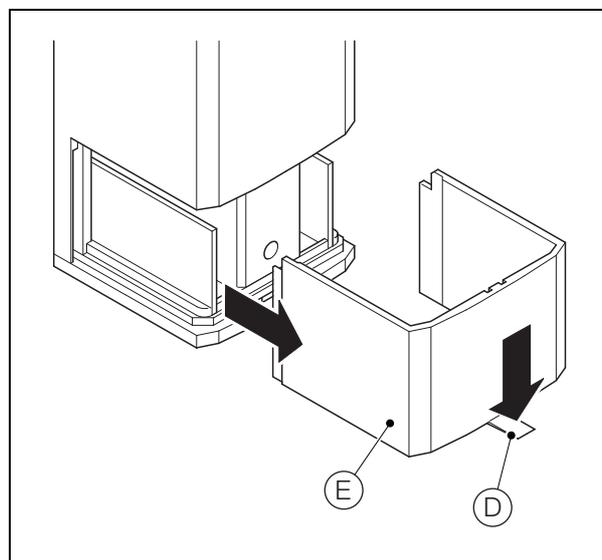
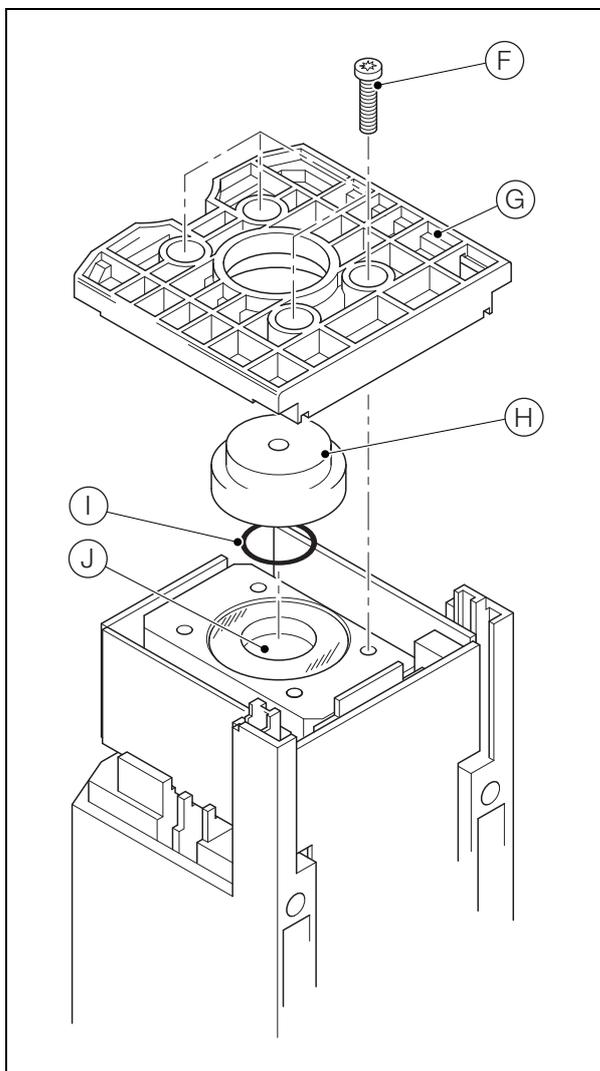

Abb. 13.10 Ausbauen der Messzellenabdeckung
Abb. 13.11 Ausbauen der Messzellen-Grundplatte
3. Drücken Sie wie in Abb. 13.10 gezeigt die Verriegelung (D) herunter und entfernen Sie die Abdeckung (E).
4. Siehe Abb. 13.11,
- a. Drehen Sie die Messzellenbaugruppe um, entfernen Sie die vier Schrauben (F) und nehmen Sie die Grundplatte (G) heraus.
- b. Nehmen Sie die Stirnflächen-Dichtungskappe (H) des Probenrohrs ab. Entfernen Sie die Dichtung (I) und entsorgen Sie sie.
- c. Entfernen Sie alle Flüssigkeitsspuren aus dem Probenrohr (J).
12. Siehe Abb. 13.11:
- a. Setzen Sie einen neuen O-Ring (I) in die Abschlusskappe (H) ein. Achten Sie dabei darauf, dass er ordnungsgemäß in die Nut der Abschlusskappe eingelegt ist.
- b. Drehen Sie die Messzellenbaugruppe um, und positionieren Sie die Abschlusskappe (H) über dem Ende des Probenrohrs (J).
- c. Bauen Sie die Grundplatte (G) wieder ein. Dabei muss die Abschlusskappe sich mittig in der Öffnung der Grundplatte befinden. Befestigen Sie die Grundplatte mit den vier Schrauben (F).
13. Bringen Sie wie in Abb. 13.10 gezeigt die Abdeckung (E) wieder an.